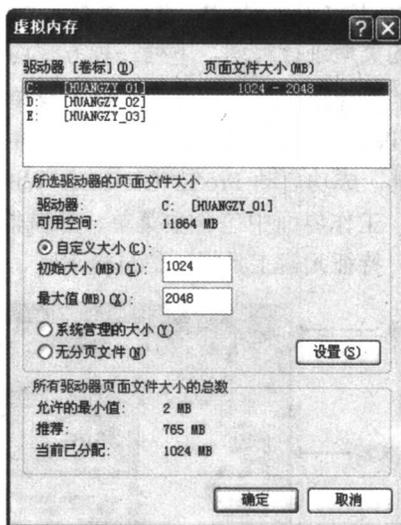

图 1.7 【虚拟内存】对话框
- (7) 在【虚拟内存】选项组中单击【更改】按钮，显示如图1.7所示的【虚拟内存】对话框。在【初始大小】文本框中输入“xxxx”，在【最大值】文本框中输入“xxxx”，单击【设置】和【确定】按钮。虚拟内存可根据计算机硬盘空间的大小进行设置，但初始大小至少要达到物理内存的2倍，最大值至少达到物理内存的4倍。